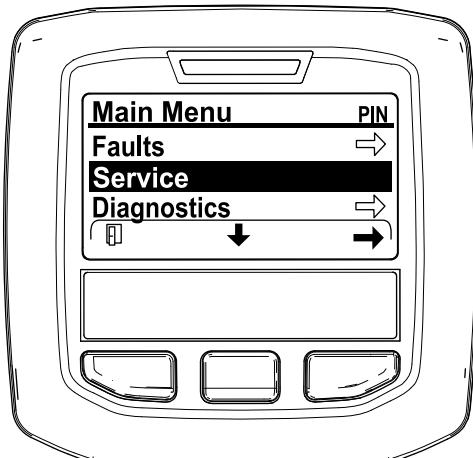

Bild 44
2. Navigieren Sie auf das HAUPTMENÜ, drücken Sie die mittlere Taste, um auf das Menü SERVICE zu navigieren; drücken Sie die rechte Taste, um die Option SERVICE auszuwählen (Bild 44).